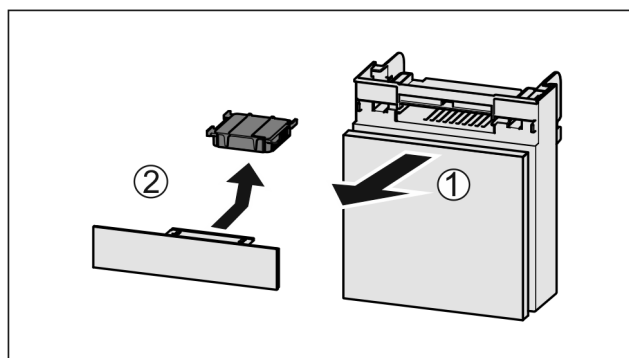

Fig. 118
- Wyciągnąć Fig. 118 (1) komorę do przodu.
- Wyjąć Fig. 118 (2) filtr z węglem aktywowanym.